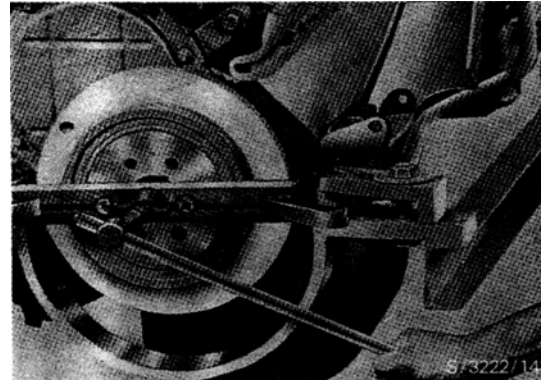

РИС. 9
- 26) Снимите демпфер колебаний, используя съемник 3125890933 (рис. 9).